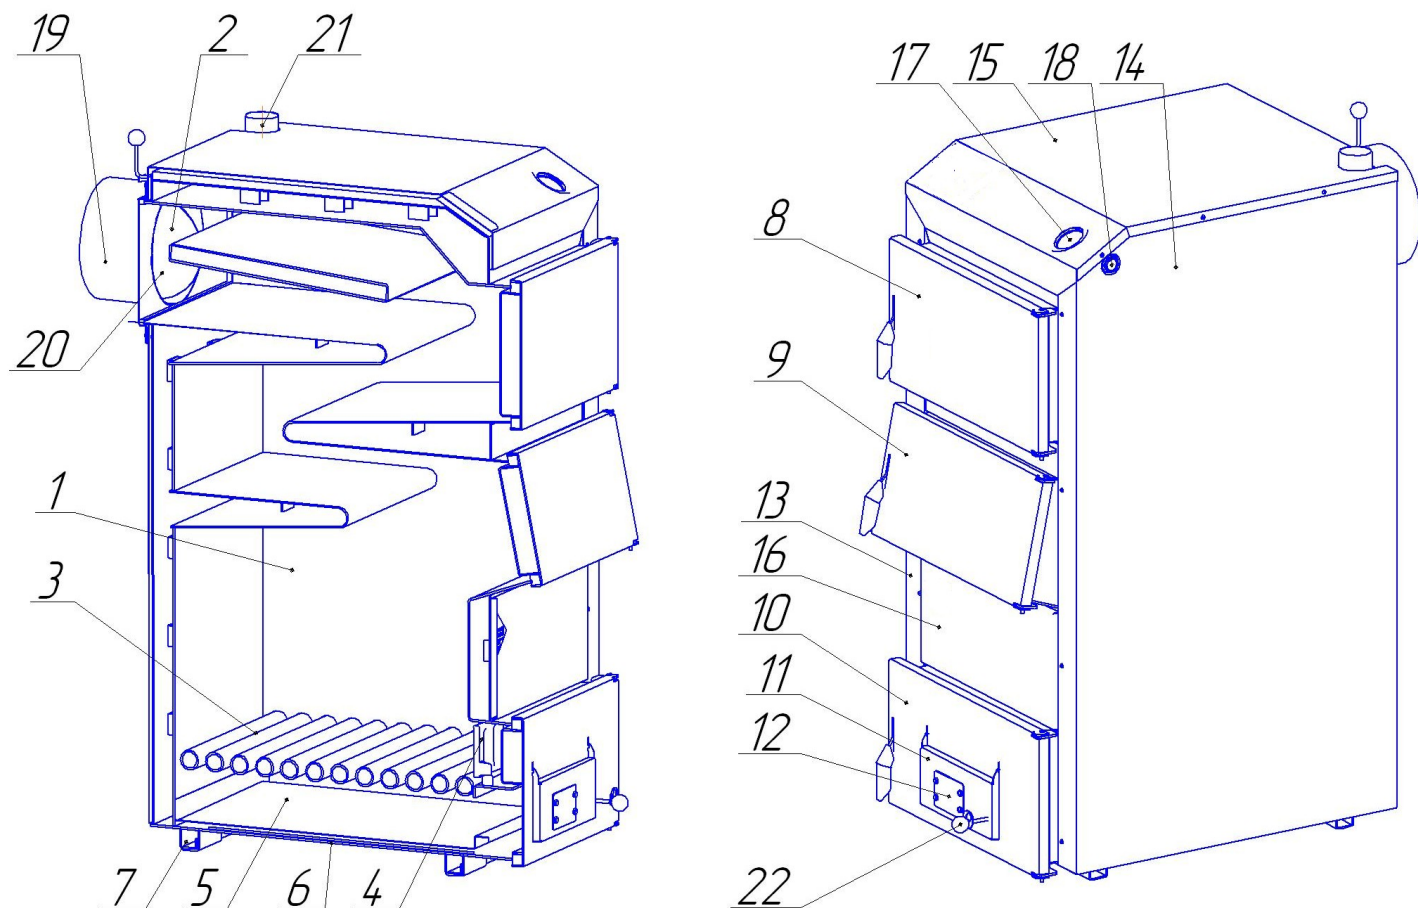

Рисунок 1. Котел опалювальний
завантаження припинити на термін 15-20 хвилин для займання палива. Після завантаження, закрити завантажувальні дверцята, заслінку на дверцятах зольника відкрити за допомогою ручки регулювання доступу повітря поз.12 (рисунок 1) .
7.1.4 Регулювання температури води у котлі проводиться за допомогою шибери поз.20 (рисунок 1) та заслінки поз.11 (рисунок 1). Для збільшення температури необхідно відкрити шибер та заслінку, для зменшення — повністю або частково закрити шибер та заслінку.
При обладнанні котла регулятором тяги регулювання температури води проводиться за допомогою шибери поз.20 (рисунок 1) та регулятора тяги. Для збільшення температури необхідно відкрити шибер та встановити ручку управління регулятора на позначку більш високої температури, для зменшення